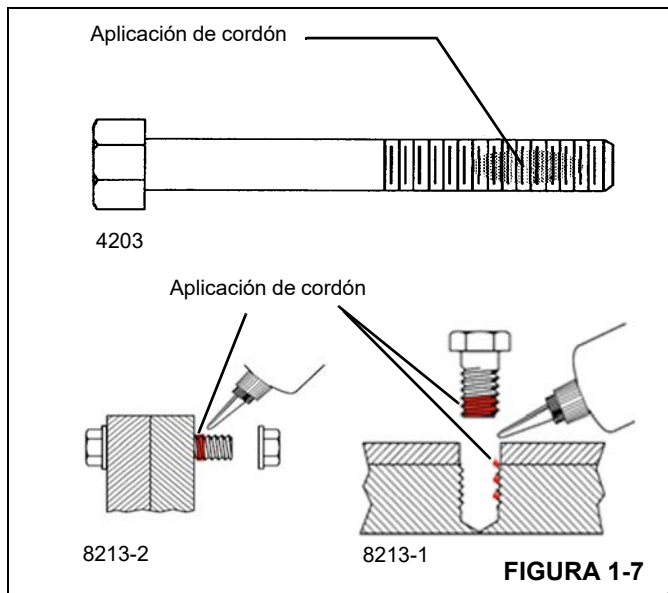

FIGURA 1-7
1. Aplique un cordón en sentido perpendicular a las roscas, de un ancho equivalente al de varias roscas, en la zona aproximada de engrane de las roscas (Figura 1-7).